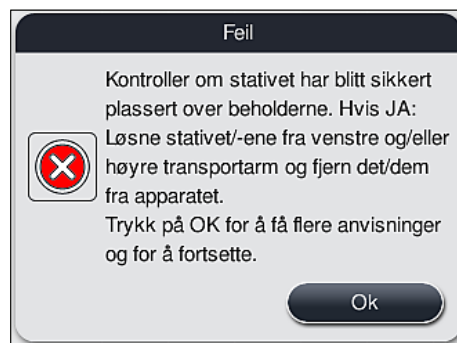
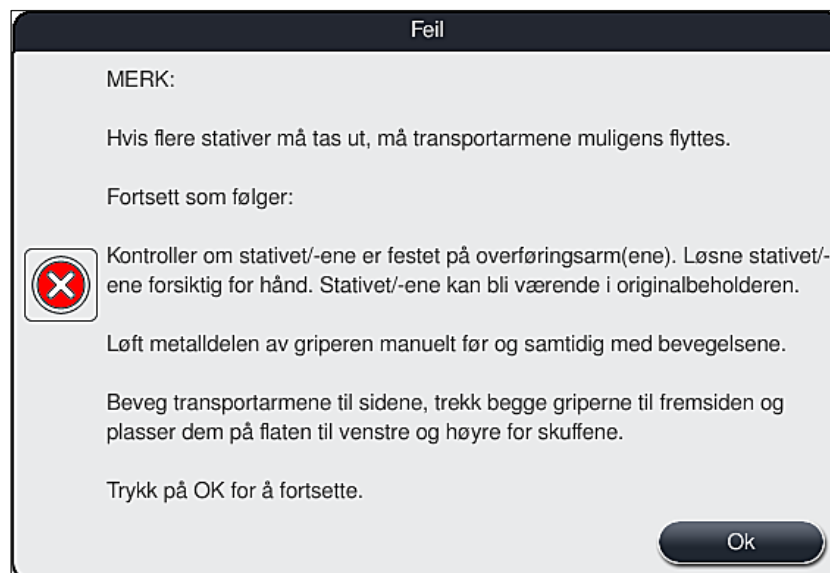

Fig. 110
Fig. 111
- Informasjonsmeldingen ber deretter brukeren kontrollere (→ "Fig. 110") om instrumentet har plassert ett eller to stativer i en sikker posisjon mellom to reagensbeholdere (→ "Fig. 106").
- Når du har trykket på **OK**-knappen (→ "Fig. 110"), vises en ny melding (→ "Fig. 111") med instruksjoner om korrekt prosedyre for å fjerne de aktuelle stativene.